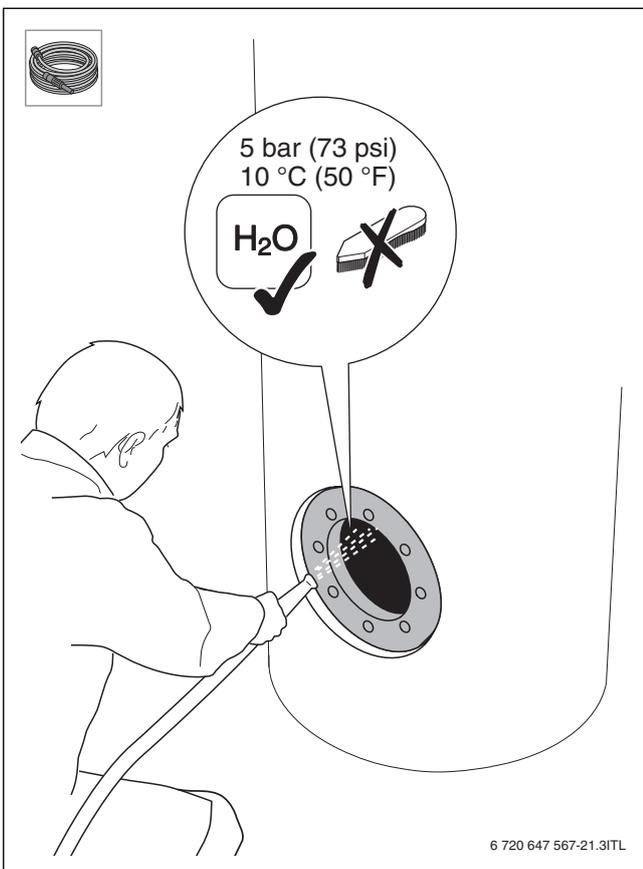

Fig. 22
- ▶ Промойте бак-водонагреватель (→ рис. 22, стр. 39).